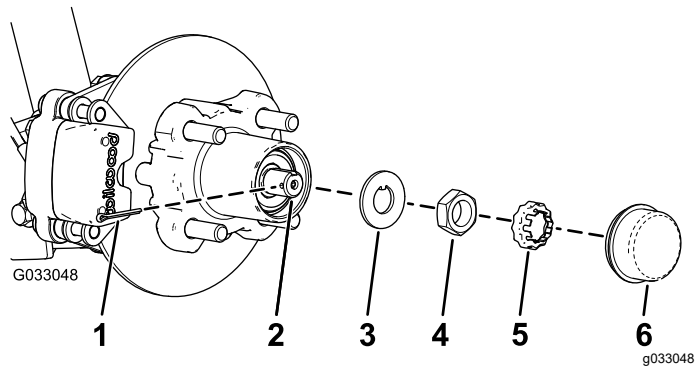
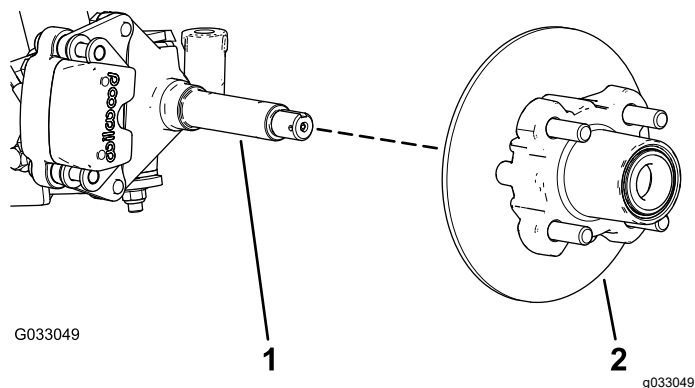

Figure 27
Figure 28
4. Retirez le couvre-moyeu du moyeu (Figure 27).
5. Retirez la goupille fendue et le frein d'écrou de la fusée et de son écrou (Figure 27).
6. Enlevez l'écrou de la fusée, et séparez l'ensemble moyeu et rotor de la fusée (Figure 27 et Figure 28).